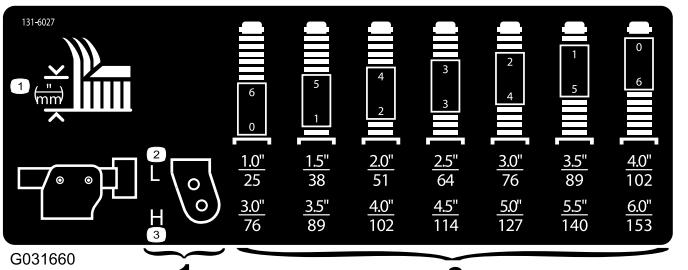

Figura 16
- Posizionate gli assali delle ruote orientabili negli stessi fori di tutte le forcelle; fate riferimento al grafico (Figura 16) per determinare i fori corretti per l'impostazione.
- Distanziali (6)
- Nota:** Fate riferimento allo schema per stabilire le combinazioni di distanziali necessari per la regolazione (Figura 16).